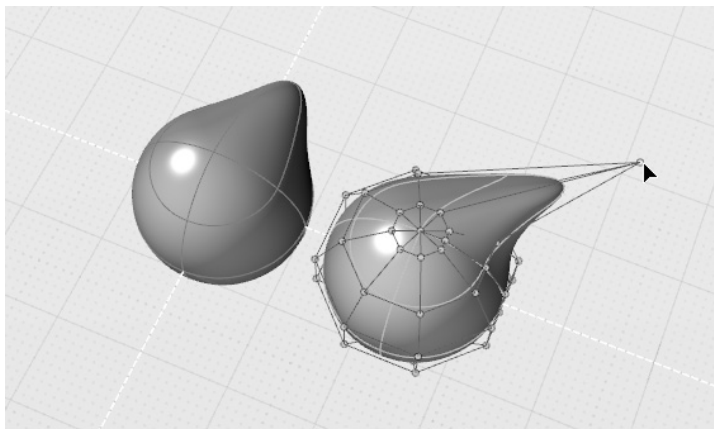

图 2-86 调整关联复制对象
8) 选中复制对象“关联复制#1”，切换到“编辑点”模式，选中一个控制点并拖动以调整造型。此时“球体#1”的形状并不会随之改变，可见这种关联关系不是双向的，如图 2-86 所示。